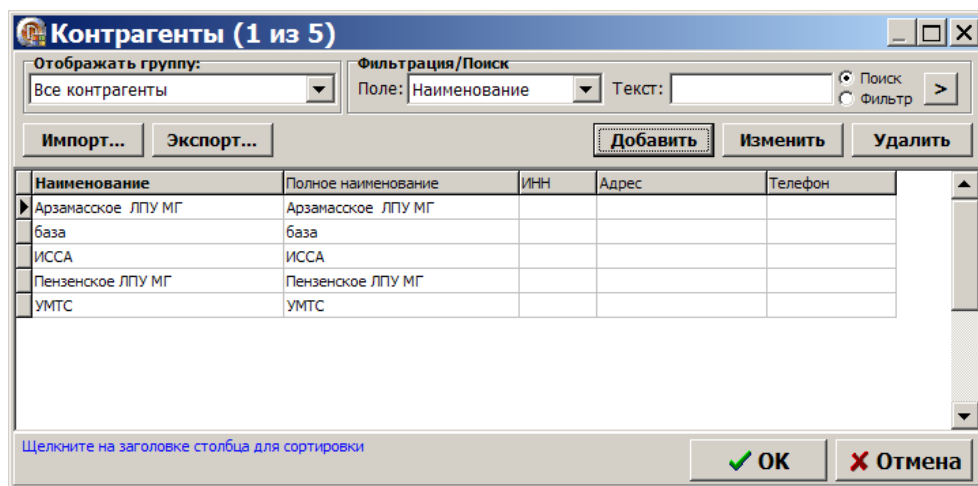

Рис. 32
Для проведения настроек списка контрагентов выберите АЗС, в меню «Настройка АЗС\Контрагенты» откройте окно «Контрагенты» (рис.32). В открывшемся окне отражен список контрагентов общий для всех видов оплаты.
Для проведения настроек контрагентов откройте окно «Общий справочник контрагентов ( меню «Настройка\Общий справочник контрагентов»)» (рис.32а). В открывшемся окне отражен список контрагентов общий для всех АЗС.
Рис.32а
- откройте окно «Сборка единого справочника контрагентов» (Настройка\Привязка контрагентов к общему справочнику), рис.32б;
- выберите АЗС, контрагентов которой хотите перенести в общий справочник контрагентов и нажмите кнопку «Привязать контрагентов АЗС к общему справочнику», рис.32б;
- в открывшемся окне отметьте контрагентов для привязки (или выберите действие «Выделить все») и нажмите кнопку «Привязать». Появится сообщение о количестве привязанных контрагентов, нажмите «Ок», привязанные контрагенты будут слева помечены «✓» рис.32в.
- при наличии системы дисконтирования ПроцентКарт аналогично перенесите контрагентов ПроцентКарт в общий справочник — нажмите кнопку «Перенести контрагентов ПроцентКарт в общий справочник», рис.32с.
Рис.32б
Рис.32в
Рис.32с
Для добавления нового контрагента щелкните мышкой на . В открывшемся окне внесите информацию о контрагенте и нажмите «Ок», рис.32д
Для удаления имеющегося в справочнике контрагента щелкните мышкой на . На закладке «АЗС» можно задать на какие АЗС будет передаваться учетная запись данного контрагента (рис.32е).
На закладке «Привязка для ПЦ» можно задать на каких АЗС будет разрешено или запрещено обслуживание данного контрагента, всех карт ПроцентКарт данного контрагента или выбранных (рис.32ж).
На базе ПО WEB-ОФИС и опций Отчеты КО (для коммерческого отдела) и Личный кабинет клиента можно организовать, настроить и запустить «ЛИЧНЫЙ КАБИНЕТ КОНТРАГЕНТА КО». На закладке «WEB» (рис.32з) можно задать список пользователей (логин, пароль), которые могут строить отчеты по КО (коммерческому отделу) через WEB-Офис (личный кабинет контрагента КО).
Рис.32д
Рис.32е
Рис.32ж
Рис.32з
Для настройки видимости полей таблицы щелкните мышкой на . В открывшемся окне отметьте галочкой поля, которые необходимы в окне общего справочника, рис.32и.
Рис.32и